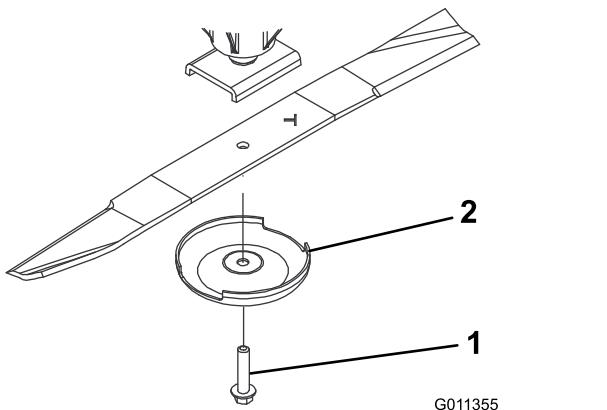

Bild 71
2. Halten Sie das Ende des Messers mit einem stark wattierten Handschuh oder wickeln Sie einen Lappen um es herum. Entfernen Sie die Messerschraube, die Antiskalpiercuppe und das Messer von der Spindelwelle (Bild 71).
3. Setzen Sie das Messer (der Flügel sollte zum Mähwerk zeigen) mit der Antiskalpiercuppe und der Messerschraube ein (Bild 71). Ziehen Sie die Messerschraube auf $115\text{--}149\text{ N}\cdot\text{m}$ an.